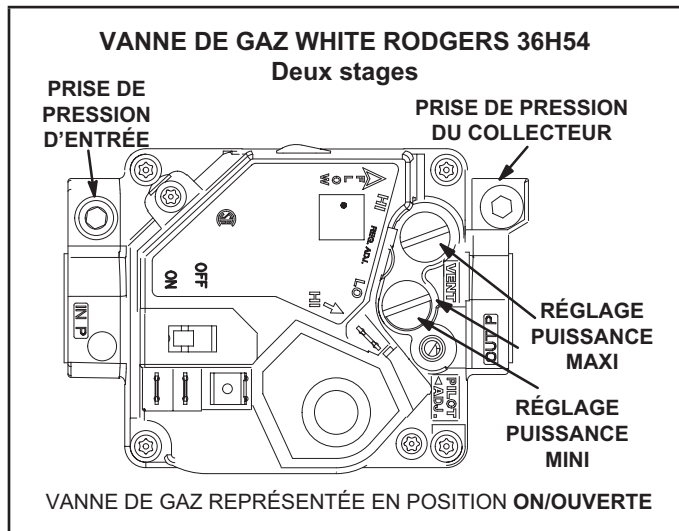
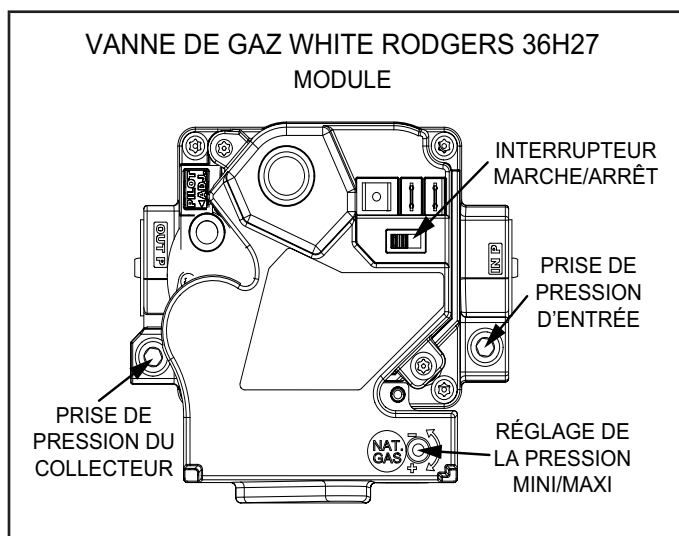

FIGURE 36
FIGURE 37
- 5 - Mettez l'interrupteur de la vanne de gaz sur **OFF/FERMÉE**. Reportez-vous à la FIGURE 36 et à la FIGURE 37.
- 6 - Attendez cinq (5) minutes pour vous assurer que tout le gaz a eu le temps de se dissiper. En cas d'odeur de gaz, **ARRÊTEZ!** Appelez immédiatement le fournisseur de gaz depuis chez un voisin et conformez-vous à ses instructions. S'il n'y a pas d'odeur de gaz, passez au point suivant.
- 7 - Mettez l'interrupteur de la vanne de gaz sur **ON/OUVERTE**. Reportez-vous à la FIGURE 36 et à la FIGURE 37.
Sur la vanne White Rodgers 36H27 et 36H27 (FIGURE 36 et FIGURE 37), la pression d'alimentation peut être mesurée en retirant la vis à tête hex. de 1/8 po. Retirez la vis à tête hex. de 1/8 po et installez un raccord ébarbé. Connectez un tube entre le raccord ébarbé et l'appareil de mesure pour mesurer la pression d'alimentation.
Sur les vannes White Rodgers 36H54 et 36H27 (FIGURE 36 et FIGURE 37), retirez le raccord ébarbé de pression d'alimentation et remettez la vis à tête hex de 1/8 po.
Pour mesurer la pression du collecteur avec une vanne White Rodgers 36H27 et 36H27 (FIGURE 36 et FIGURE 37), retirez la vis à tête hex de 1/8 po, installez un raccord ébarbé de 1/8 po et installez un tube entre le raccord ébarbé et le côté « + » de l'appareil de mesure.
- 4 - Si nécessaire, réglez la pression du collecteur. La FIGURE 36 et la FIGURE 37 indiquent l'emplacement des vis de réglage.